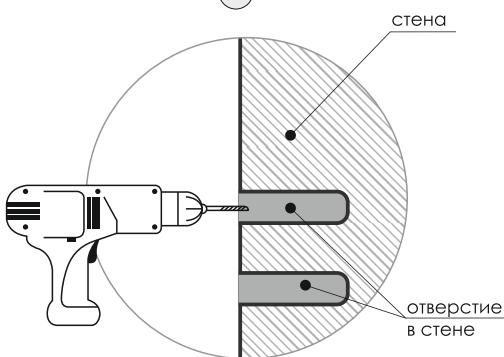

рис. 6.1
- просверлите в стене отверстия (рис. 6.1)